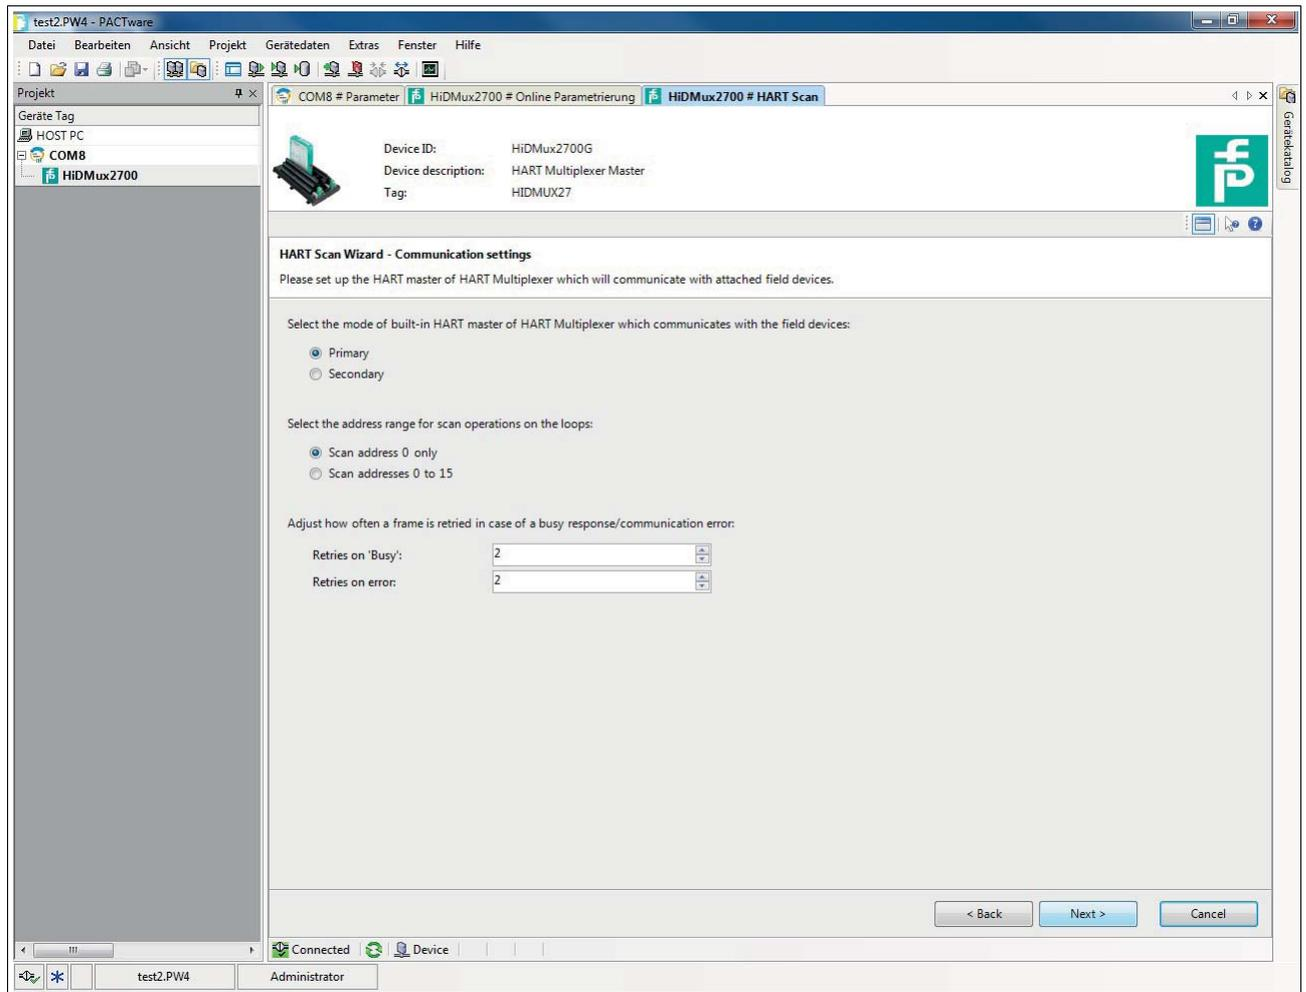

Abbildung 6.14 Kommunikations-Optionen im HART-Scan-Fenster
- **First commissioning**: Wählen Sie diese Option, um ein komplettes grundlegendes Setup des FDT-Projektes zu erstellen. Dabei werden im FDT-Projekt enthaltenen Geräte wie Multiplexer-Master, Multiplexer-Slave und Feldgeräte inklusive der Kommunikationseinstellungen erfasst und analysiert. Wenn Sie diese Option wählen, müssen Sie in den nächsten Schritten weitere Einstellungen vornehmen, siehe Abbildung 6.14: